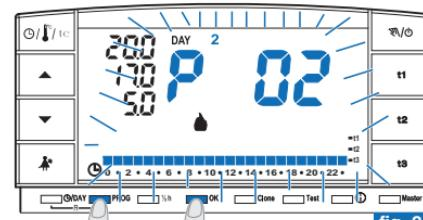

fig. 8
- Appuyer sur la touche **PROG** pour afficher les programmes, appuyer sur les touches **▲** **▼** (ou PROG à impulsions) jusqu'à ce que le numéro du programme que vous souhaitez sélectionner s'affiche sur l'écran. Les programmes **P 02 (hiver)** et **P 03 (été)** conformément à leur configuration d'usine, ont tous les digits sur une échelle de 24h qui se réfèrent à la température de **t3** (Absence) voir l'exemple en fig. 8.